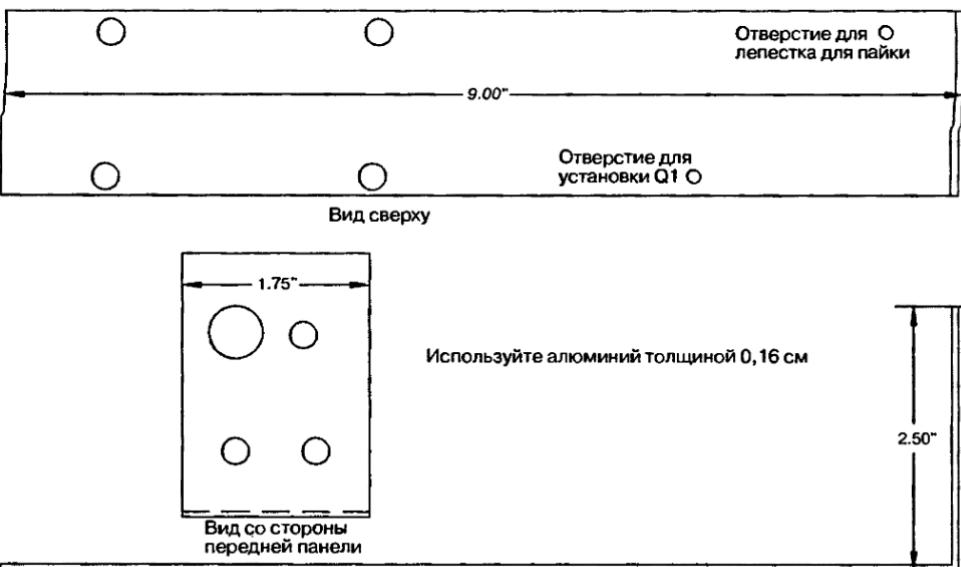

Рис. 24.5. Изготовление основания
5. Соберите основание, как показано на рис. 24.5. До начала работы можно примерить компоненты.